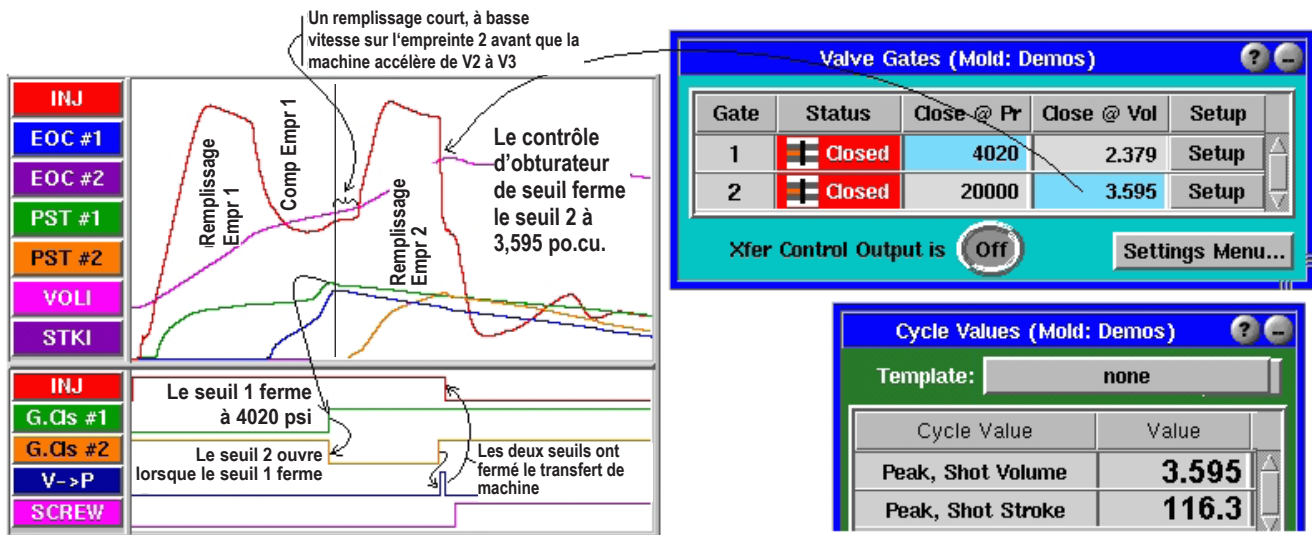

Figure 28 : empreinte 2 injection courte
- * Sur le Graphique de cycle, vous devriez voir quelque chose de semblable au graphique de la Figure 28. Placez votre curseur à la position où l'obturateur de seuil 1 se ferme. Maintenant, regardez la courbe de Volume d'injection. Le pli dans le graphique où V2 change à V3 devrait se passer peu après. Ajustez la position de transfert V2-V3 sur la presse jusqu'à ce qu'il se produise juste après que le premier obturateur de seuil se soit fermé.